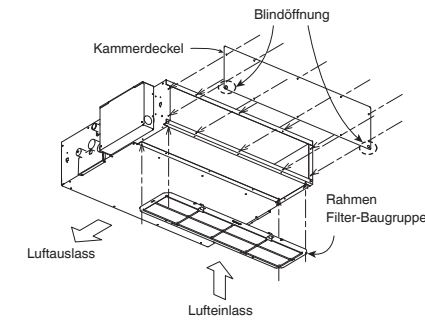

Abb. 3-57-2
- (2) Kammerdeckel und Rahmenfilter-Baugruppe in Pfeilrichtung gemäß Abbildung anbringen. (Abb. 3-57-2) Hinweis: Den Deckel mit den Blindöffnungen nach unten weisend anbringen.